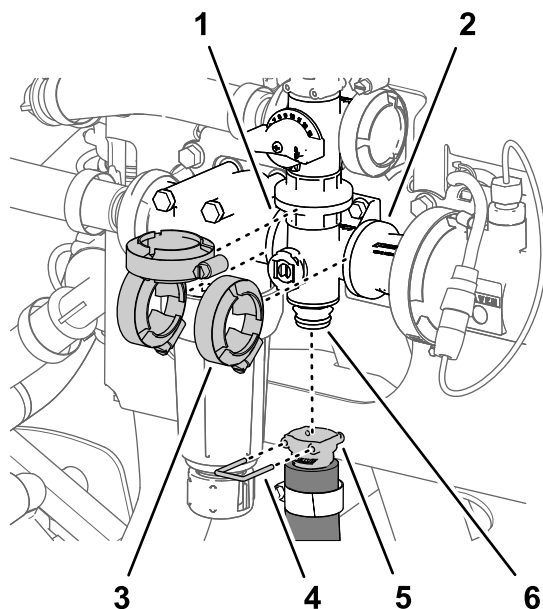
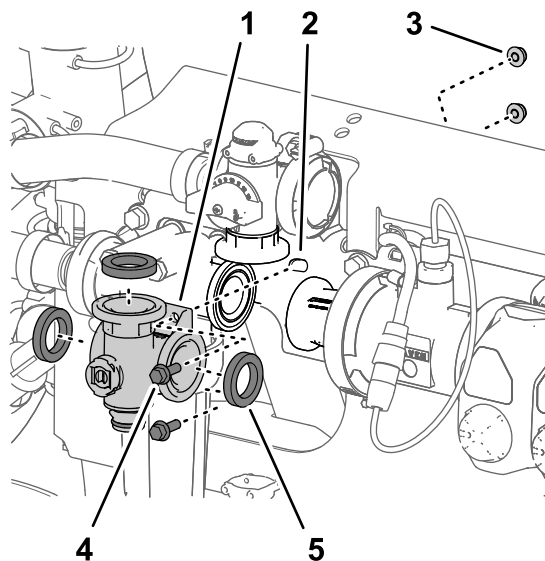

Figura 127
Figura 126
1. Alinee la brida del distribuidor de la válvula de agitación y las 3 juntas con las bridas de la válvula de desvío de agitación, la cabeza del filtro de presión, y el adaptador de acoplamiento (Figura 126 y Figura 127).
2. Sujete provisionalmente el colector de la válvula de agitación a la válvula de desvío de agitación, la cabeza del filtro de presión, y el adaptador de acoplamiento (Figura 127) con las 3 bridas de fijación que retiró en Retirada del distribuidor de agitación (página 88).
5. Apriete las 3 bridas de fijación a mano (Figura 127).
6. Monte el acoplamiento rápido de la manguera de agitación en el acoplamiento rápido del distribuidor de la válvula de agitación con la grapa (Figura 127).